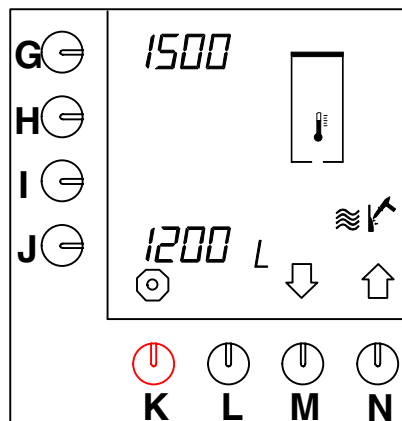

Abb. 27 Entkalkungszählwerk für das Heißwassersystem
- Das Entkalkungszählwerk erscheint im Display (Abb.27 ).